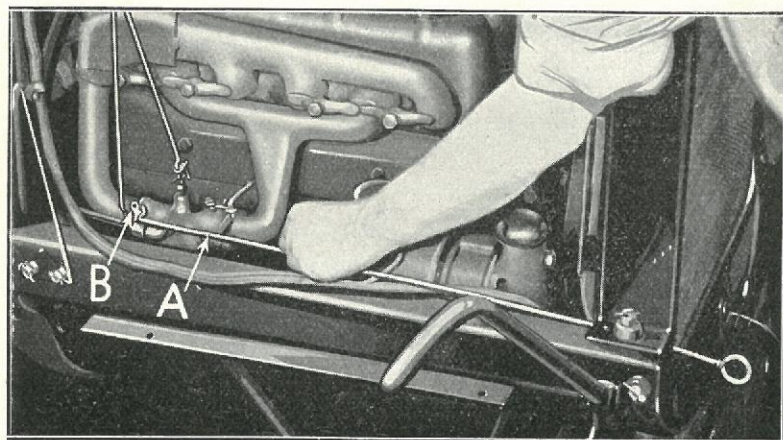

Fig. 18
- (a) Aabn Bundhanen og, medens Vandet løber af, løs Tippetstangen (se Fig. 18-A) ved at hæfte den af Karburatorspjældet »B« og træk den fremad ud gennem Kølerkappen.